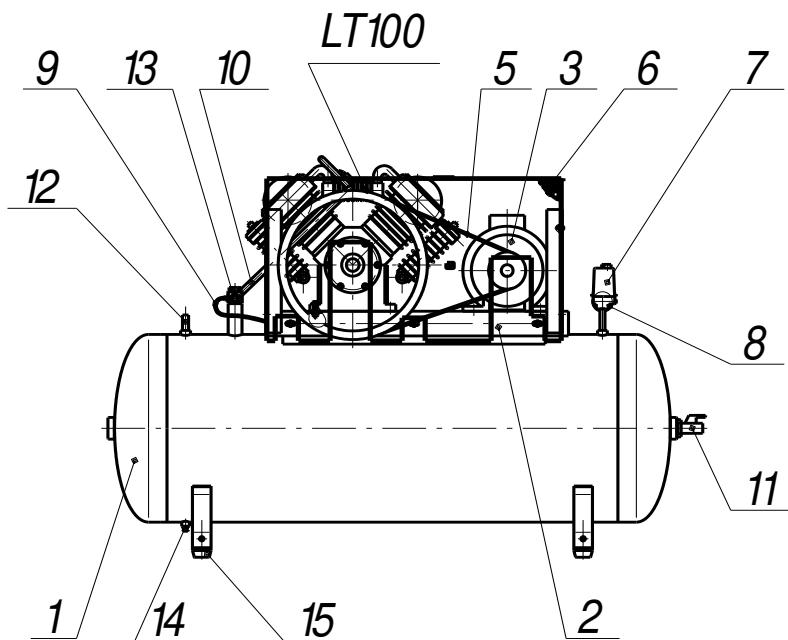

Рисунок 1 – Общий вид компрессора
5.1 Компрессор (рисунок 1) состоит из следующих основных сборочных единиц и деталей: блока поршневого LT100, ресивера 1, платформы 2, электродвигателя 3 со шкивом 4, клиновых ремней 5, защитного ограждения 6, телепрессостата 7, манометра 8, воздухопровода сброса давления 9, нагнетательного воздухопровода 10, крана 11, клапана предохранительного 12, клапана обратного 13, крана слива конденсата 14, амортизаторов 15, пульта управления (для исполнения с включением электродвигателя в питущую сеть по варианту звезда-треугольник).